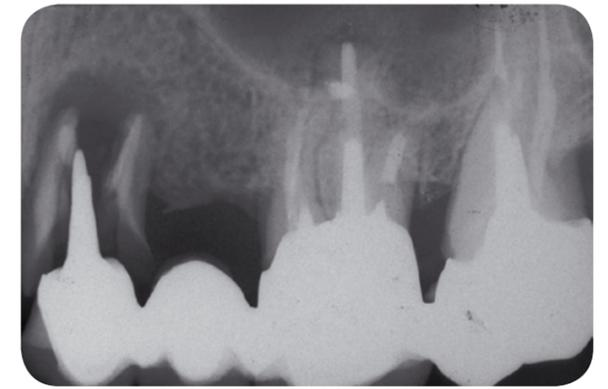

Fig.14. Fracture radiculaire provoquée par un ancrage radiculaire faisant bras de levier.
**Remarque :** le traitement des perforations a progressé grâce à l'utilisation des ciments base calcium du type MTA® qui permet de réaliser un « bouchon » étanche isolant la structure dentaire interne du parodonte (Cochet, 2002 ; Castelluci, 2008) (Fig.14).
Fig.14. Obturation d'une perforation du plancher pulpaire sous microscope opératoire. a. Objectivation de la communication parodontale, de taille réduite et récente. b. Mise en place précise et contrôlée du ciment MTA® dans la perforation à l'aide d'un dispositif spécifique (MTA Gun®, Dentsply). c. Le premier apport de MTA® en place. d. Des pointes de papier absorbant stériles, utilisées à l'envers, permettent d'absorber l'excès d'exsudat sanguin et de tasser le MTA® au contact du ligament parodontal. e. Un second apport permet d'obtenir un bouchon qui, après durcissement (4 heures de prise), isolera définitivement la chambre pulpaire. f. Radiographie de contrôle immédiate du traitement. Le pronostic est relativement favorable.